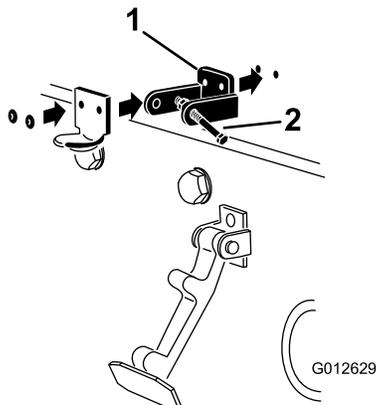

図 7
- CEロックブラケットとフードラッチブラケットの穴を整列させてフードにセットする 図 7。
- ブラケットとワッシャをフードにリベットで固定する 図 7。